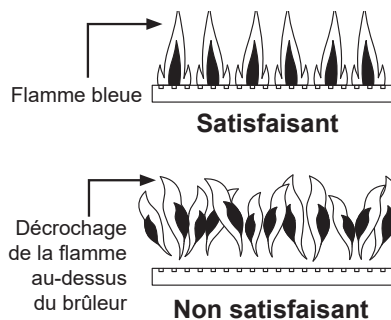

Figure 47 - Vérifier les flammes du brûleur
- Contrôler visuellement les flammes du brûleur à travers le hublot de brûleur. Le brûleur se trouve au milieu du chauffe-eau. Un brûleur qui fonctionne correctement produit des flammes bleues nettes et stables. Les flammes ne doivent pas se détacher du brûleur. L'air contaminé peut altérer la couleur des flammes. Communiquer avec un technicien qualifié si la flamme n'est pas satisfaisante. Voir les flammes de brûleur illustrées à la Figure 47 ci-dessous.